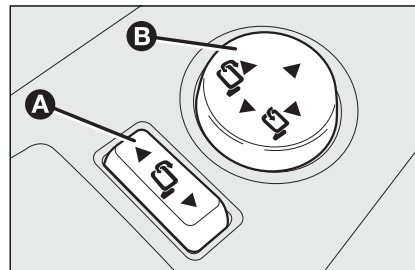

fig. 36
- plaats de schakelaar **A-fig. 36** in de neutrale stand (geen enkele spiegel geselecteerd);
- klap de spiegel in door de joystick **B-fig. 36** naar de zijkant te plaatsen;